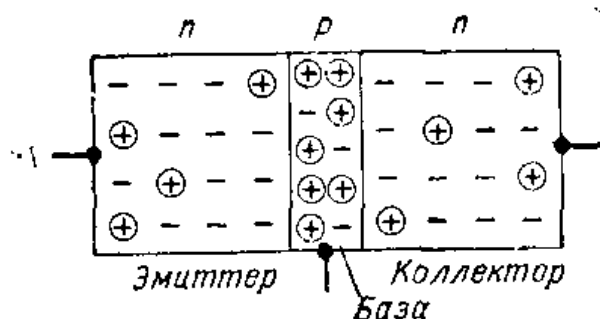

Рис. VI. 110. *n-p-n* транзистор состоит из эмиттера *n*-типа, коллектора *n*-типа и базы *p*-типа.
**Плоскостной транзистор.** Плоскостные транзисторы содержат три слоя полупроводниковых материалов, образующих структуру, показанную на рис. VI.110. Такая трехслойная структура называется *n-p-n* переходом. Внешние слои представляют собой полупроводники *n*-типа, а средний — полупроводник *p*-типа. Средний слой *p*-типа называется базой. База имеет минимально возможную толщину, обычно меньше 0,025 мм. Слой материала *n*-типа с одной стороны базы называют эмиттером, а с другой стороны — коллектором. Соответственно